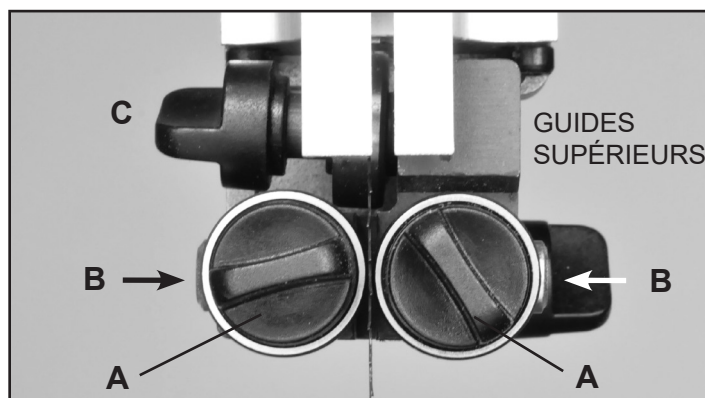
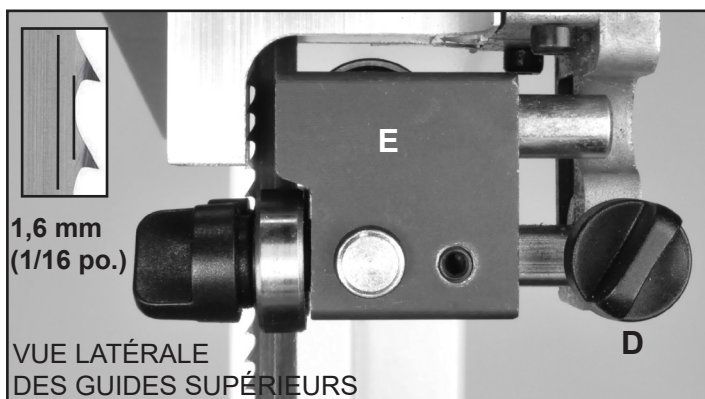

FIGURE 22
FIGURE 23
1. Placez les rouleaux de guidage de gauche et de droite à 1/32 po. (0,8 mm) des cotés de la lame. D'abord, desserrer leurs poignées de verrouillage situées en avant (#49, FIG. 22, A) en les tournant dans le sens contraire des aiguilles d'une montre. Les axes du guide (#154) qui retiennent les roulements à bille de guidage sont sous tension à ressort ! Pour déplacer les guides vers la lame, poussez simplement les extrémités des moyeux du guide (B), ou utilisez les poignées de verrouillage situées en avant pour tirer les guides vers la lame. Bloquez les guides en place en les tournant dans le sens horaire. FIG. 22.
2. Les guides devraient être approximativement à 1,6 mm (1/16 po.) derrière la gorge des dents de la lame de scie. S'ils ont besoin d'être déplacés, desserrer la poignée arrière de serrage (#49, FIG. 22 et 23, D) et déplacer le bloc supérieur de guidage (#153, E) qui retient les guides pour qu'ils soient correctement positionnés en derrière des gorges de la lame. Resserrez ensuite la poignée, une fois terminé. FIG. 23.